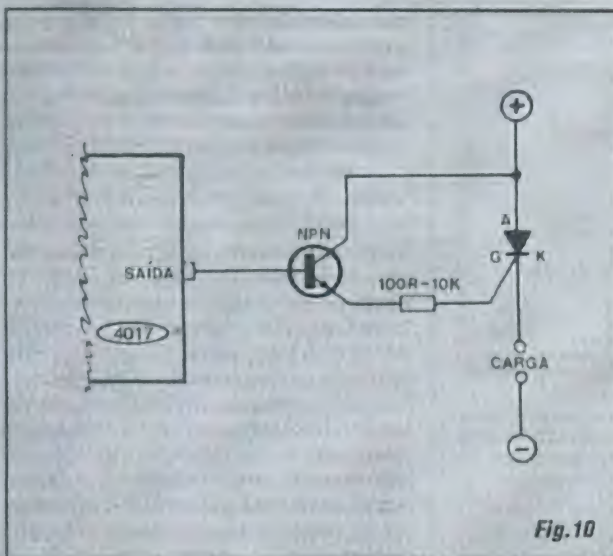

Fig. 10
- FIG. 10 - REFORÇANDO A CORRENTE DE DISPARO DE SCRs E TRIACs... - Alguns tiristores (sejam SCRs, sejam TRIACs...), principalmente os componentes destinados a Correntes realmente altas, podem requerer níveis também mais elevados de Corrente de disparo (necessária ao terminal de *gate* do componente, para que este efetivamente "ligue"...). Como em alguns casos tal Corrente pode situar-se na casa das várias dezenas de miliampères, bastante acima do "poder" das Saídas de um 4017, deve-se então recorrer a um transistor na função de *booster*, entre a Saída do 4017 e o terminal de gatilhamento do tiristor... Como o dito transistor, normalmente, é também energizado pela mesma Tensão mais elevada destinada ao tiristor, é também comum que se intercale um resistor (dentro da gama de valores indicada no diagrama...) destinado a parametrizar a tal Corrente de disparo com mais precisão, adequando as polarizações tanto do próprio transistor, quanto do SCR/TRIAC. O exemplo mostra um arranjo com SCR, porém, sem praticamente nenhuma modificação, a estrutura também serve para TRIACs.